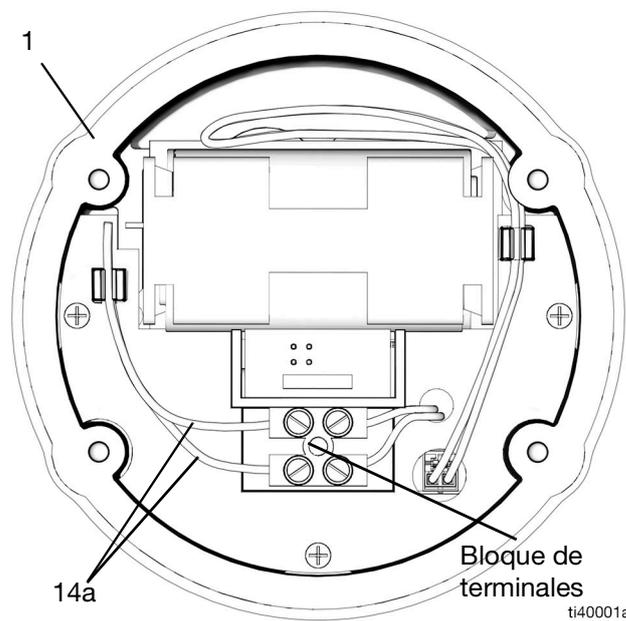

FIG. 55
6. Desconecte los cables solenoides (14a) del bloque de terminales del bisel (1) (FIG. 55).
5. Vuelva a conectar los cables de solenoide (14a) en el bloque de terminales del bisel (1). Los cables son independientes de la polaridad, así que coloque cada cable en la apertura de cada terminal, consulte la FIG. 55 en la página 23.